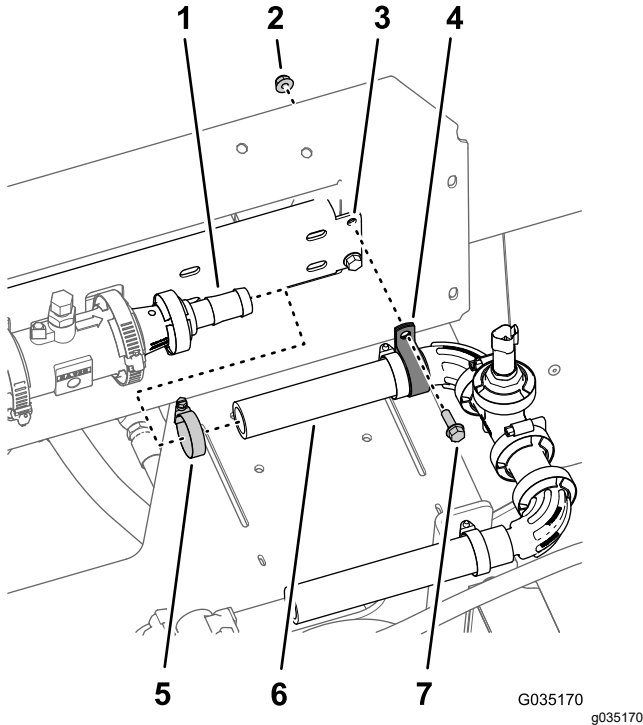

Figura 59
- Conecte la manguera (1 x 7¼") que está conectada al transductor de presión y al distribuidor (Figura 59) al conector dentado con brida (1").
- Sujete provisionalmente la manguera al conector dentado con brida con una abrazadera (Figura 59).
- Sujete el transductor de presión y el distribuidor a la ranura del soporte del distribuidor con una abrazadera en R (Figura 59) y el perno con arandela prensada (¼" x ¾"), y la contratuerca con arandela prensada (¼") que retiró en el paso 5 de Desmontaje de las válvulas de